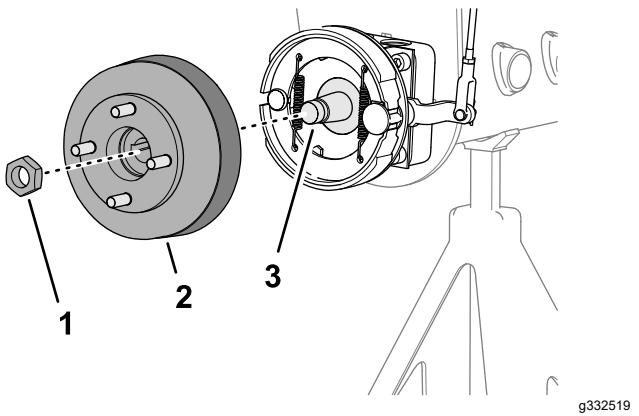
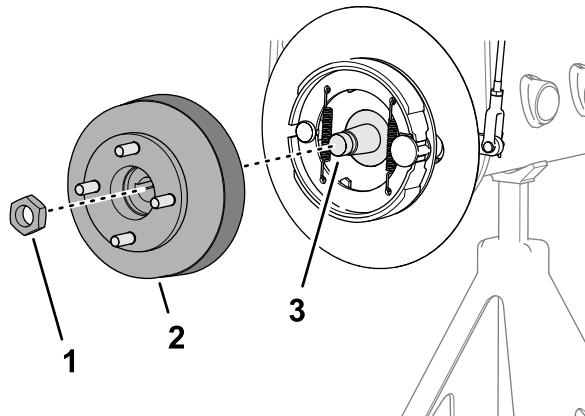

Рисунок 75
Рисунок 76
- Отверните контргайку крепления ступицы к валу мотор-колеса (Рисунок 75 или Рисунок 76).
- Используйте указанный съемник ступицы колеса, чтобы снять ступицу колеса и тормозной барабан с вала мотор-колеса (Рисунок 75 или Рисунок 76).